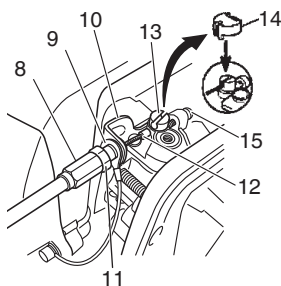

Fig. 6
Conecte el extremo del cable del acelerador (12) al pivote (13) del carburador y coloque sobre el pivote la tapa del pivote (14) (si viene equipado) que encontrará en la bolsa de herramientas (13). (Fig. 6) Algunos modelos pueden venir con las piezas instaladas.